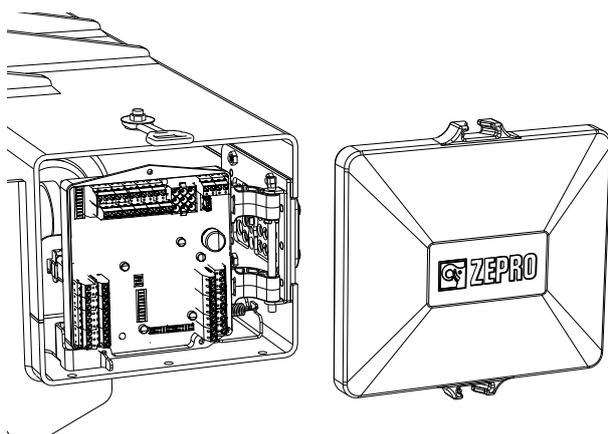

Figura 18. Quitar la tapa protectora
2. Quitar la tapa protectora, montada con un tirante de goma, véase Figura 18.